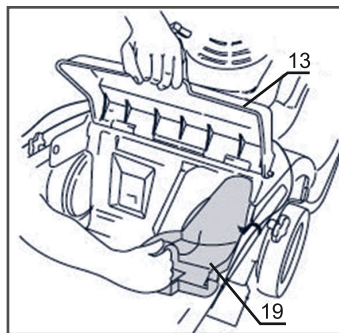

рис. 4
Мульчирующая заглушка повышает эффективность работы при мульчировании. Перед установкой мульчирующей заглушки поднимите заднюю крышку (13) и снимите травосборник. Поднимите заднюю крышку и установите заглушку (19) как показано на рис.4.
Заднюю крышку можно зафиксировать в приподнятом положении при помощи заглушек, как показано на рис. 4.